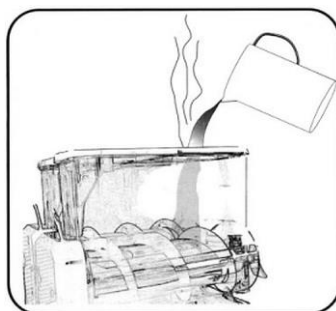

Fig. 17
2. Riempire il serbatoio con acqua tiepida e svuotarlo attraverso il rubinetto di erogazione (fig. 17, 18).